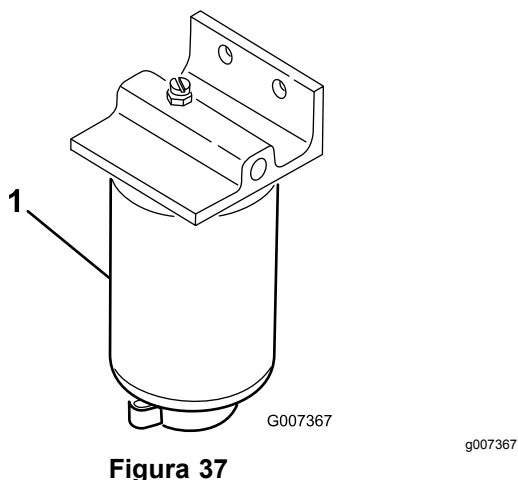

Figura 37
3. Abra o tampão de drenagem no filtro de combustível aproximadamente uma volta e drene qualquer água acumulada (Figura 37).